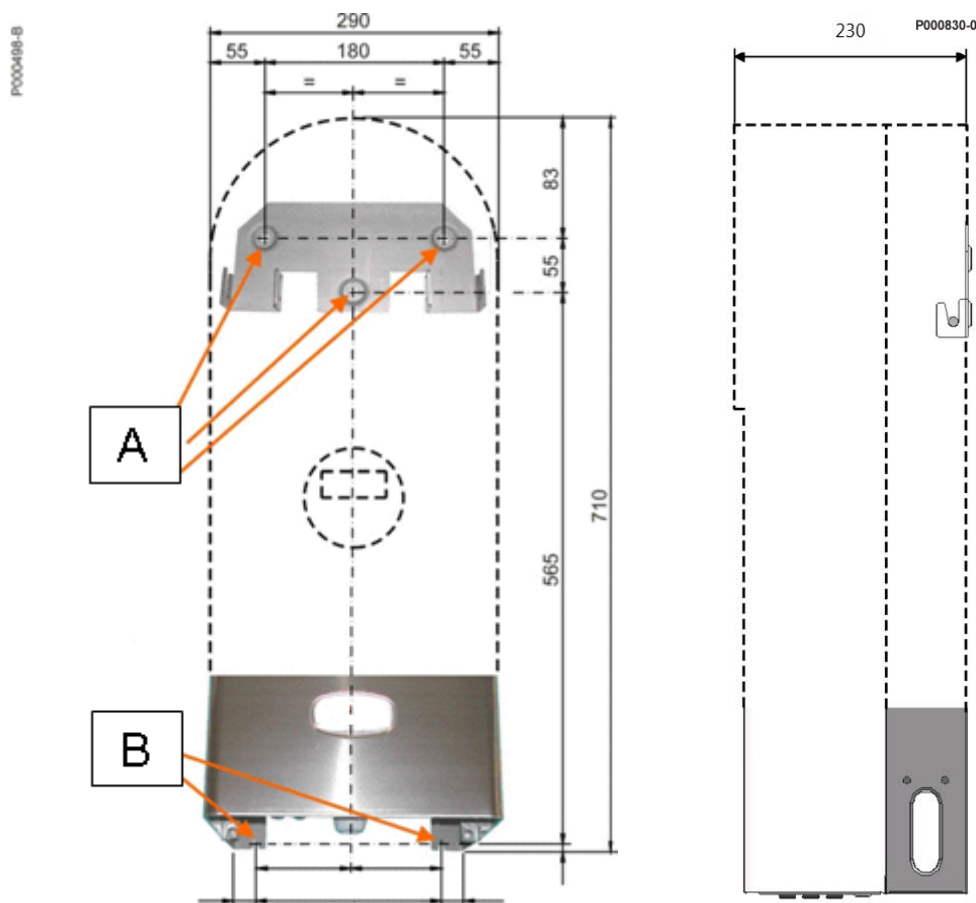

Figura 11: Particolare staffa Sunway M Plus con le viti di fissaggio
- 1) Fissare la staffa a parete (vedere Figura 11: Particolare staffa Sunway M Plus con le viti di fissaggio). Il montaggio a parete avviene con 5 tasselli a muro con viti di 6mm, 3 per fissare la staffa (A) e 2 per fissare l'apparecchiatura al muro (B), una volta agganciata. I tasselli non sono oggetto della fornitura, poiché il tipo di tasselli dipende dalla parete di fissaggio.